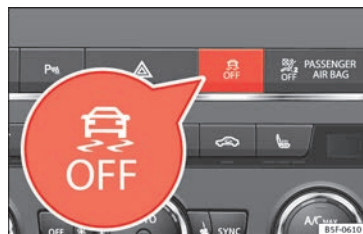

Fig. 197 Consola central: Tecla para conectar/desconectar el ESC y el ASR
- Pulsando la tecla  ► fig. 197 durante aproximadamente 1 segundo, conecta el modo ESC Sport.
- Pulsando la tecla  ► fig. 197 durante aproximadamente más de 3 segundos, se desconecta el programa electrónico de estabilización (ESC), incluida la función ASR. El testigo  se enciende y el texto **ESC OFF** se
- La función ASR y el ESC se vuelven a conectar pulsando la tecla  ► fig. 197.